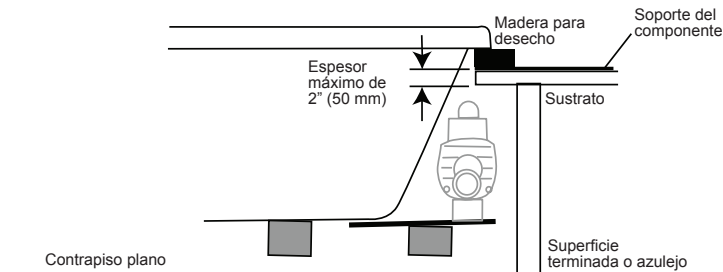

Figura 9: Empotrada (vista lateral)
- 8** Instale la unidad, introduciendo primero el extremo del generador de burbujas de aire y bajando la bañera dentro de la abertura como se muestra en la ilustración (Figura 9).